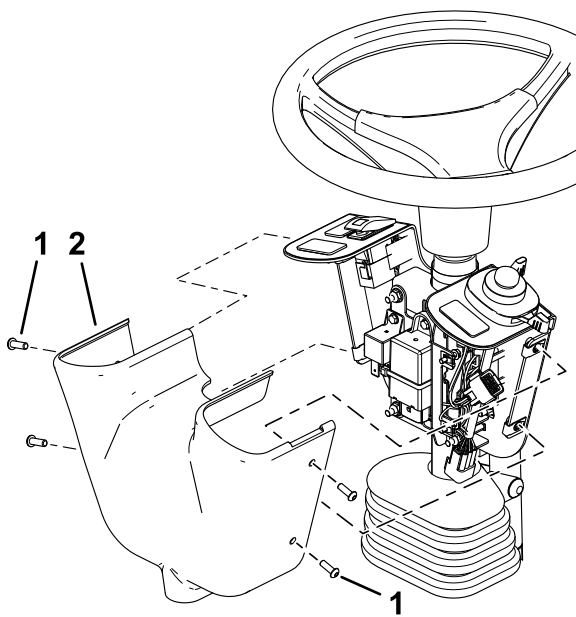

图 7
9. 卸下固定控制面板盖的 4 个内六角头螺丝然后取下控制面板盖 图 7 。
12. 如图 7 中所示安装控制面板盖。